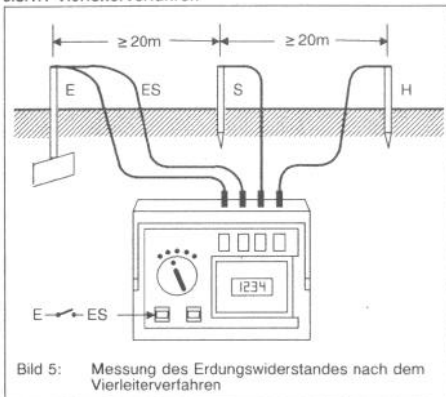

Bild 5: Messung des Erdungswiderstandes nach dem Vierleiterverfahren
- Setzen Sie die Spieße für Sonde und Hilfsleiter, wie in Bild 5 dargestellt und wie in den folgenden Abschnitten beschrieben
- Bringen Sie den Schalter E/ES (6) in den Zustand „offen“ (Taster in nicht gedrückter Stellung).